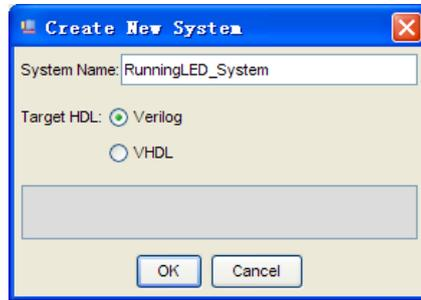

图 7-1 添加系统名称并指定语言
3. 点击 Quartus II 软件右上方图标  打开 SOPC Builder，创建一个 SOPC 系统。填写系统名称为 RunningLED_System，并指定 Verilog 为描述系统的语言，如图 7-1。